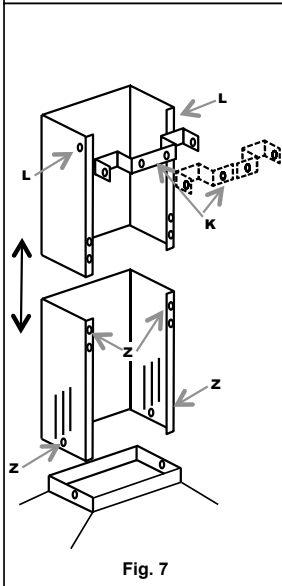

Fig. 7
- **MONTAGE DES CONDUITS DE LA FUMÉE (fig. 7) :**